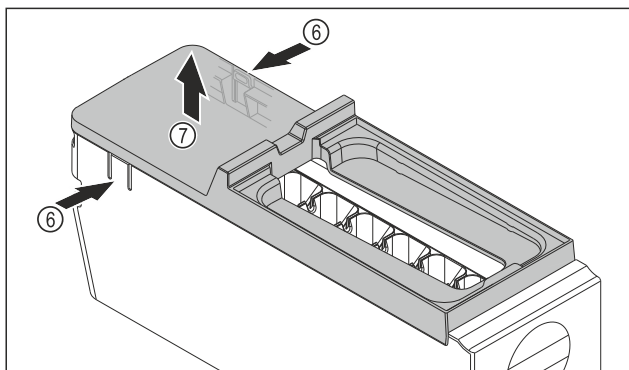

Fig. 145
- ▶ Odstráňte kryt korpusu EasyTwist-Ice: strmeň Fig. 145 (6) na oboch stranách korpusu EasyTwist-Ice zatlačte rukou.
- ▶ Kryt Fig. 145 (7) odoberte druhou rukou smerom nahor.